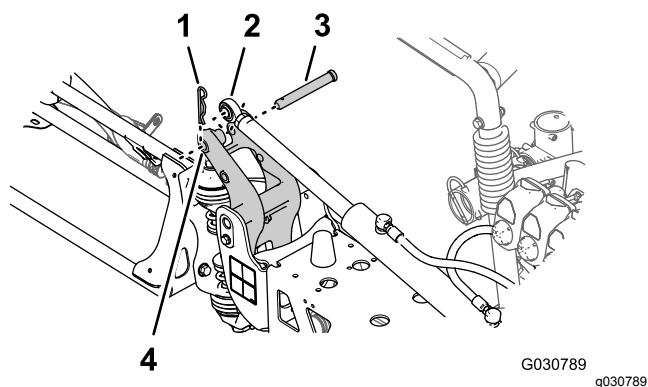

Рисунок 123
(Рисунок 123).
7. Прикрепите подъемный цилиндр к креплению оси поворота при помощи шплинтуемого штифта и шплинта (Рисунок 123), снятых при выполнении пункта 2 раздела Демонтаж подъемных цилиндров \(страница 25\).